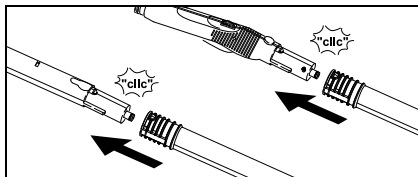

Fig. 7
- Se necessario utilizzare i tubi rigidi di prolunga (G1). Montare uno o entrambi i tubi prolunga sulla pistola vapore (C1) (Fig. 7). Applicare l'accessorio necessario (D1, E1, F1, H1) sull'estremità del tubo prolunga.